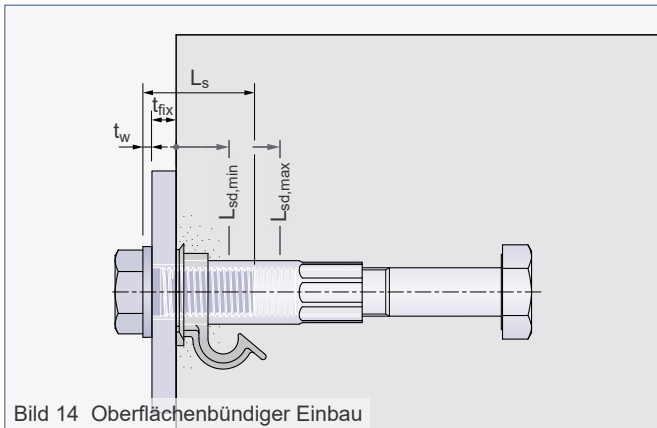

Bild 14 Oberflächenbündiger Einbau
**Beispiel** gemäß Bild 14 (PBA 16):